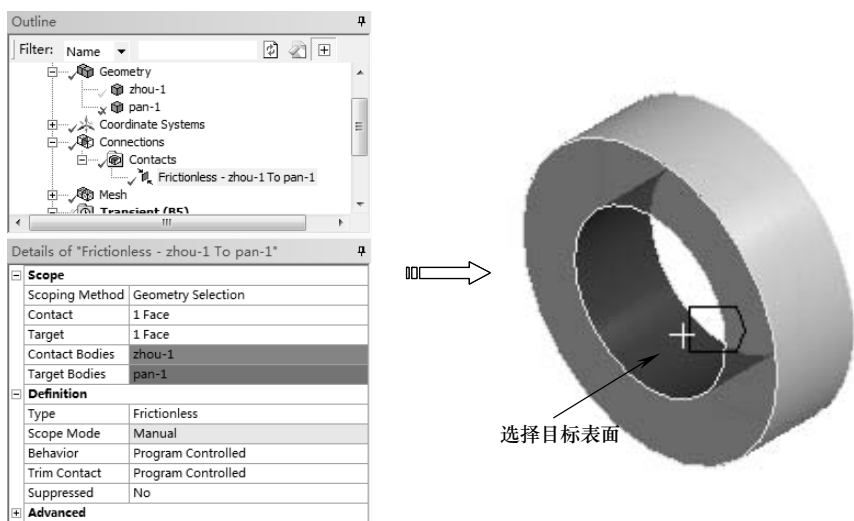

图 8-73 选择目标表面
4) 选择【pan-1】节点的表面，单击【Target】节点下的【Apply】按钮，如图 8-73 所示。